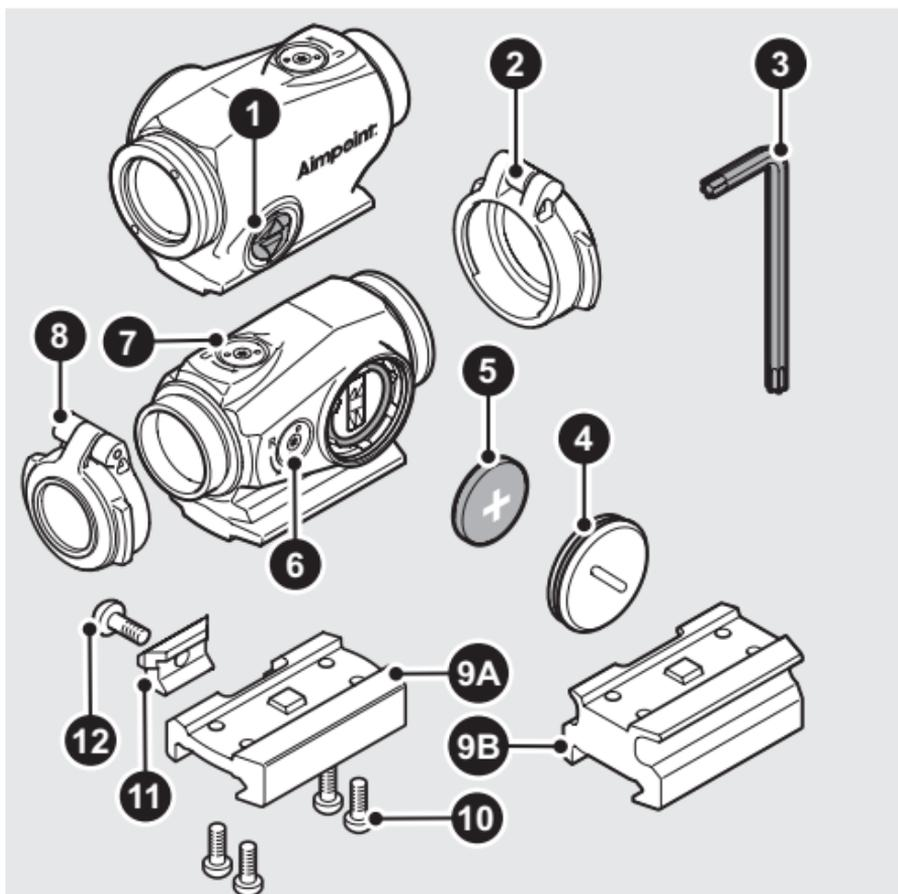

Fig. 1 Översikt
- c Sätt i batteriet (5) med den positiva polen (+) mot batterilocket (4) enligt Fig. 1.